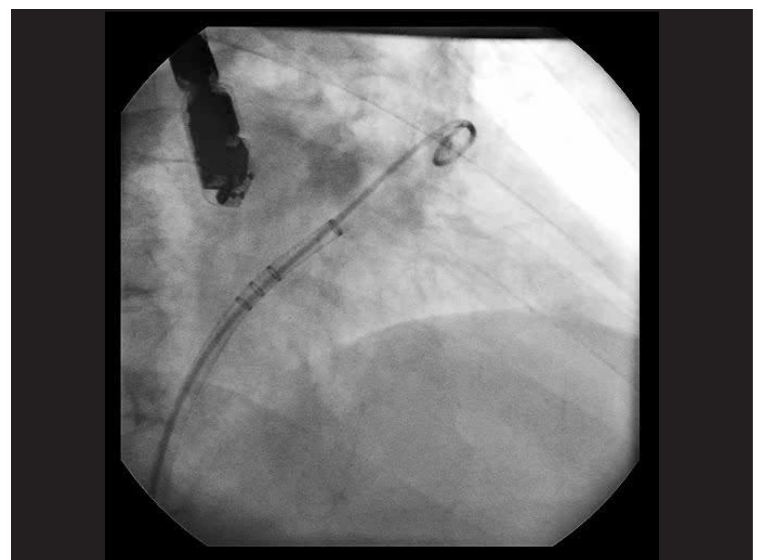
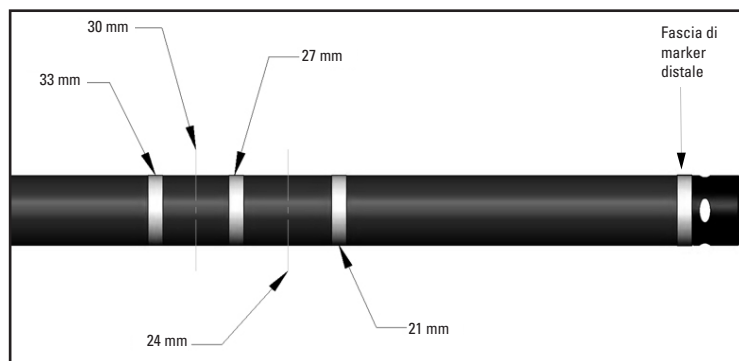

Figura 3. Guaina di accesso e catetere curvo WATCHMAN
Figura 4. Fasce di marker della guaina di accesso WATCHMAN™
- Fare avanzare con cautela il catetere curvo attraverso la guaina di accesso nell'appendice atriale sinistra distale in fluoroscopia (Figura 3). Far avanzare con cautela la guaina di accesso sul catetere curvo fino a quando la fascia di marker sulla guaina che corrisponde alle dimensioni del dispositivo (vedere Figura 4) si trova all'altezza dell'ostio dell'appendice atriale sinistra o in posizione leggermente distale rispetto ad esso. Rimuovere lentamente il catetere curvo.